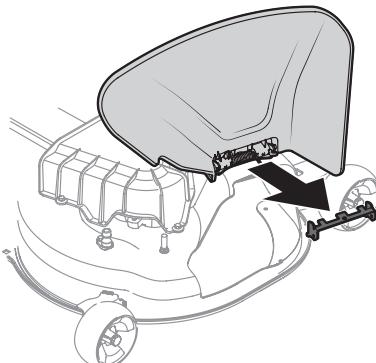

Figura 11
2. Sujete el deflector del canal completamente hacia arriba, extraiga el soporte de tope. Baje el deflector del canal y deseche el soporte de tope (Figura 11).